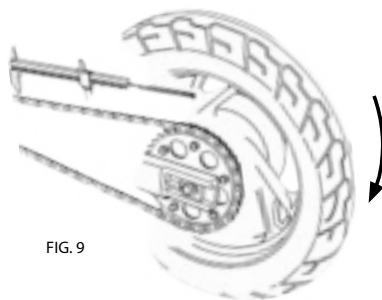
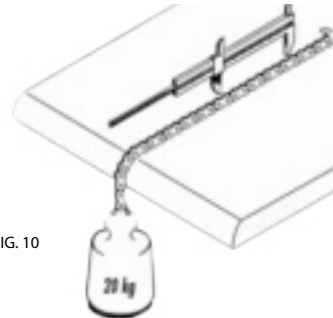

FIG. 9
FIG. 10
1. Porre la catena in tensione. Se la catena è montata sulla moto, tensionare il ramo superiore inserendo una marcia bassa e girando opportunamente la ruota posteriore (fig. 9). Se la catena non è montata sulla moto, va appoggiata su un piano orizzontale, fissandola ad una estremità e mettendola in tensione tramite un peso di circa 20 Kg applicato all'estremità opposta (fig. 10).
1. Place the chain under tension. If the chain is assembled on the motorcycle, tension the upper strand by placing the transmission in a low gear and rotate the rear wheel (fig. 9). If the chain is disassembled, place the chain on table, securing it at one end and applying a tension load of approx. 20 kg (45 lbs) at the opposite end (fig. 10).
2. By using calipers or a precision millimeter scale, measure the distance between two pins center at a number (N) of links a part (see table).